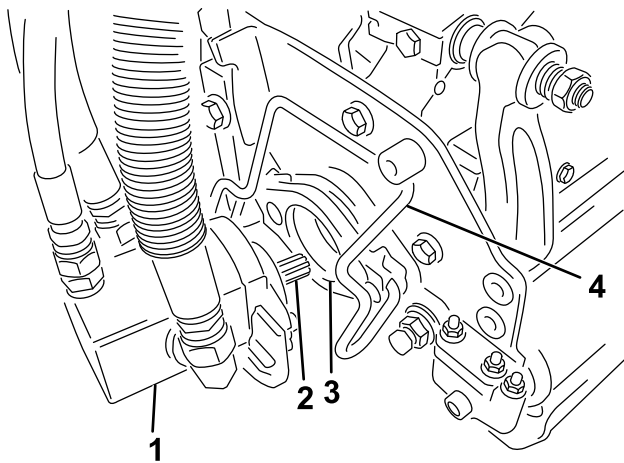

Bild 34
5. Schmieren Sie die Keilwelle des Schneideinheitmotors mit sauberem Fett ein (Bild 34).
6. Setzen Sie den Motor in die linke Seite der Schneideinheit (aus Sicht der Bedienerstellung) und ziehen die Motorbefestigungsstange an der Schneideinheit zum Motor, bis Sie einen deutlichen Klick von beiden Seiten des Motors hören (Bild 34).